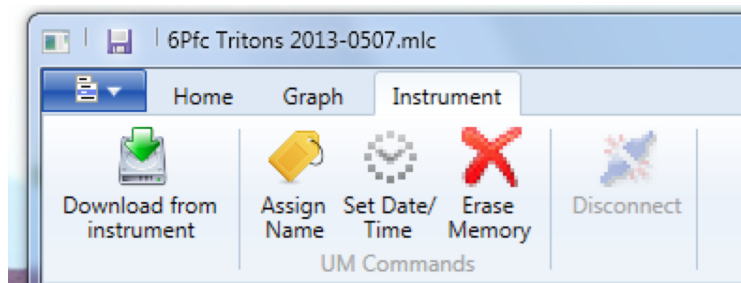

Figure 11
- U2CI Instrument Menu (Figure 11).